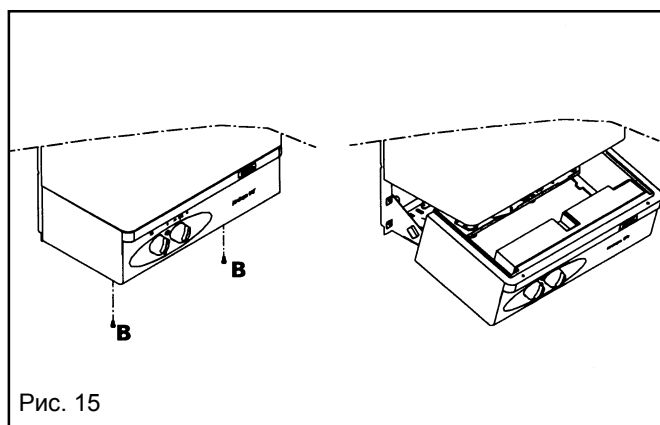

Рис. 15
- отверните винты В (рис. 15);
- сдвиньте панель приборов вперед и поверните до упора (рис. 15).